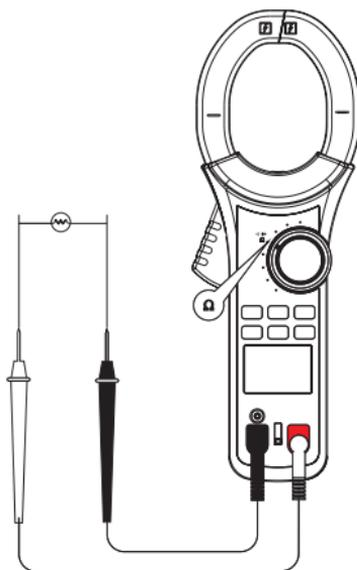

Рис. 5 Измерение сопротивления
7.3 Измерение сопротивления (рис.5)